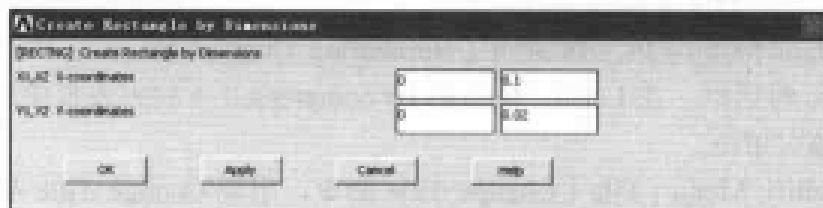

图 13-56 创建矩形面对话框
(1) 选择 Main Menu | Preprocessor | Modeling | Create | Areas | Rectangle | By Dimensions 命令, 出现 Create Rectangle by Dimensions 对话框, 在 X1,X2 X-coordinates 文本框中依次输入 0、0.1, 在 Y1,Y2 Y-coordinates 文本框中依次输入 0、0.02, 如图 13-56 所示, 单击 Apply 按钮, 在 X1,X2 X-coordinates 文本框中依次输入 0.1、0.3, 在 Y1,Y2 Y-coordinates 文本框中依次输入 0、0.02, 单击 OK 按钮关闭该对话框。